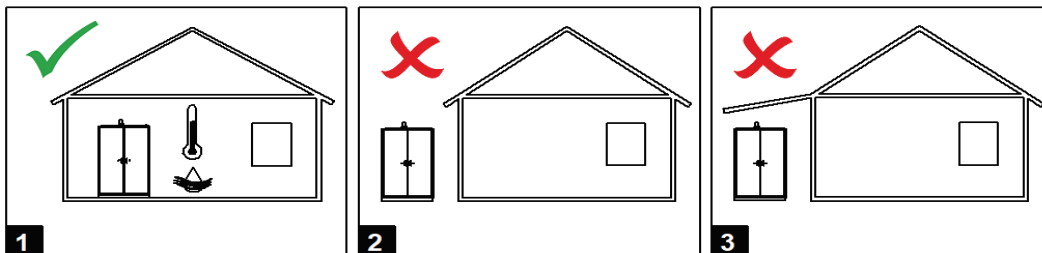

Abb. 12: Anforderungen an den Aufstellort
- ➔ Ausrichtung des Sicherheitsschranks kontrollieren (Abb. 12).